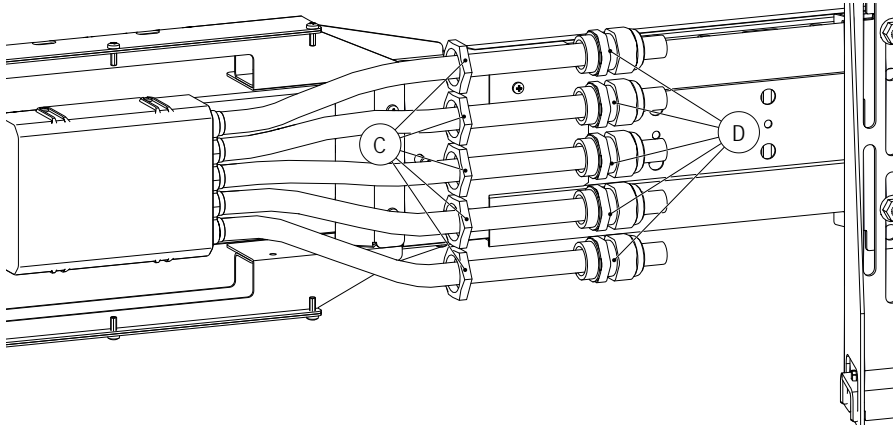

Abb. 73: Gegenmuttern (C) und Verschraubungen (D) auf die Anschlussleitungen schieben
3. Die Gegenmutter (C) von den Verschraubungen (D) lösen und beides so auf die Anschlussleitungen schieben, dass noch Platz für das Zugentlastungsblech besteht (siehe Abb. 73).